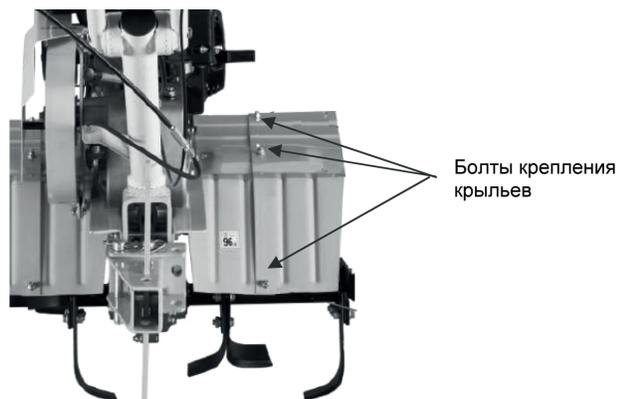

Рис. 7
7. Установите на мотоблок защитные крылья фрез с помощью болтов и гаек (Рис. 7).